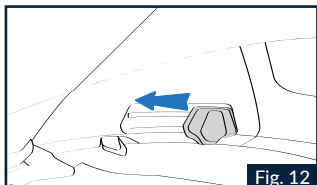

Fig. 12
1.1 Pour activer le VPS, actionner le curseur comme le montre la Fig.12, jusqu'à ce qu'on entende le déclic confirmant le positionnement souhaité du VPS.
3.1. Ouvrir la mentonnière du casque et baisser complètement le VPS (voir les instructions précédentes). (Fig.12).
4.1 Ouvrir la mentonnière du casque et actionner le curseur latéral jusqu'en fin de course (voir les instructions précédentes) (Fig. 12).